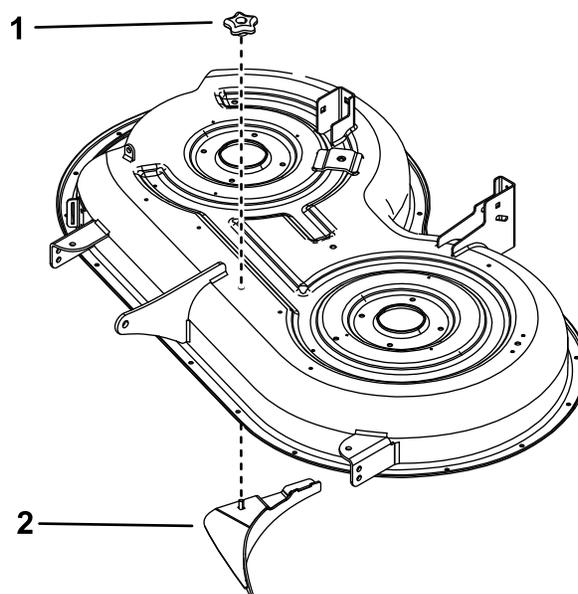

Figure 1
1. Montez le déflecteur et le bouton (Figure 1).